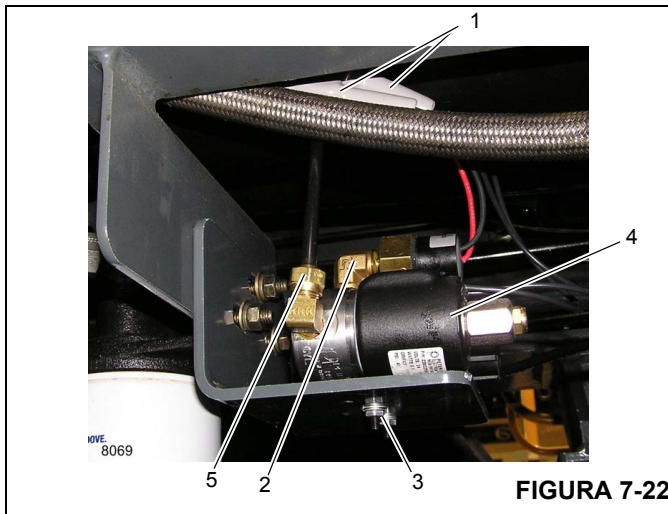

FIGURA 7-22
2. Marque y desconecte los conectores eléctricos (1) (Figura 7-22).
4. Retire la tornillería (3) que fija la válvula a la escuadra y retire la válvula de aire (4).